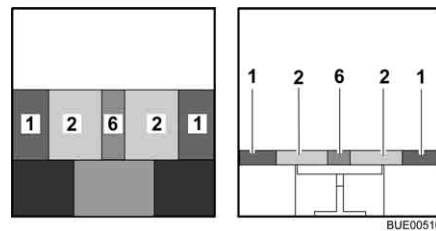

Fig. 74 Après la transformation
- Placer le coussin supplémentaire (Fig. 74,6) entre les coussins d'assise.